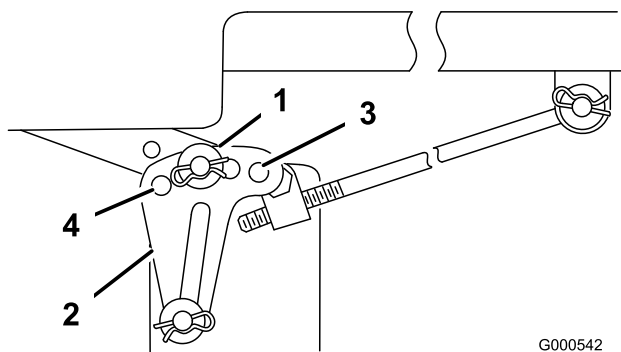

Figura 53
6. Togliete la coppiglia a forcina e la rondella dalla staffa di livellamento (Figura 53).
7. Per livellare la lama (o lame), riposizionate la staffa (o staffe) di livellamento in un foro diverso, e montate la rondella e la coppiglia a forcina (Figura 53). Il foro anteriore corrisponde ad un'altezza inferiore della lama, mentre il foro posteriore corrisponde ad un'altezza maggiore. Regolate entrambi i lati come opportuno.